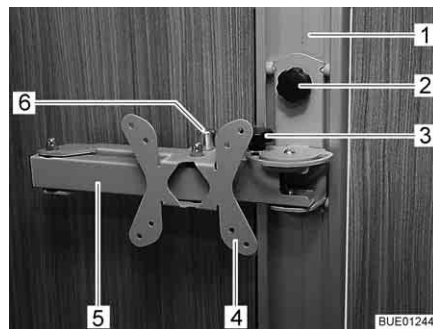

Fig. 49 Support sur rail
- Desserrer la vis à garret (Fig. 49,2) et placer le support (Fig. 49,4) dans le rail (Fig. 49,1) à la hauteur désirée.
- Desserrer la vis à garret (Fig. 49,3).
- Tirer sur le bouton de déverrouillage (Fig. 49,6). Le bras articulé (Fig. 49,5) est déverrouillé.
- Resserrer la vis à garret (Fig. 49,3).
- Faire retourner l'écran plat dans sa position initiale jusqu'à ce que le bras articulé (Fig. 49,5) s'enclenche de manière audible dans le verrouillage.
- Desserrer la vis à garret (Fig. 49,2), placer le support (Fig. 49,4) à la hauteur désirée et resserrer la vis à garret.